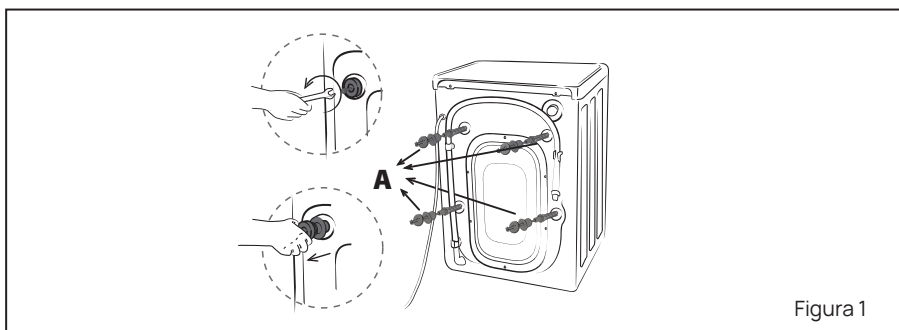

Figura 1
- Afloje los cuatro tornillos "A" hasta que queden liberados y luego retire de sus alojamientos los anclajes (tornillos, arandelas, anclajes de goma y piezas plásticas). Ver figura 1